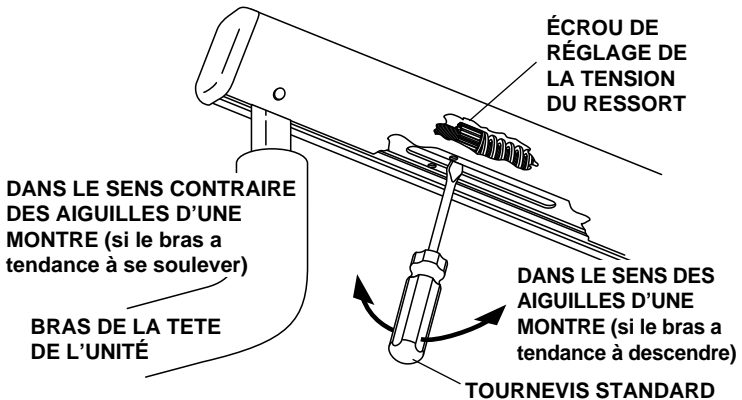

Figure 19. Réglage de la tension du ressort
- Si le bras a tendance à s'abaisser, tourner l'écrou de réglage de tension du ressort dans le sens des aiguilles d'une montre (comme montré depuis l'extrémité du bras de la tête de l'unité, figure 19).